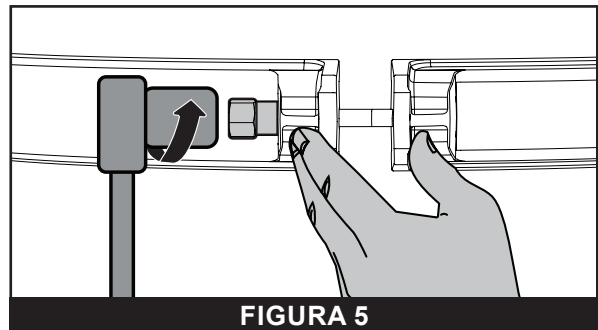

FIGURA 5
- Mientras mantiene juntos los extremos de la abrazadera, utilice una llave de tubo de 3/4 pulgadas para quitar la tuerca de la abrazadera en sentido contrario a las agujas del reloj. Véase **FIGURA 5**.